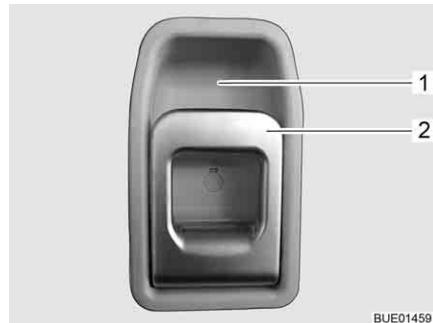

Fig. 29 Serratura della porta di ingresso, lato interno
*Apertura:* ■ Tirare la maniglia (Fig. 29,2). La serratura della porta si sblocca.
*Bloccaggio:* ■ Premere la maniglia (Fig. 29,2) in alto verso l'impugnatura (Fig. 29,1).